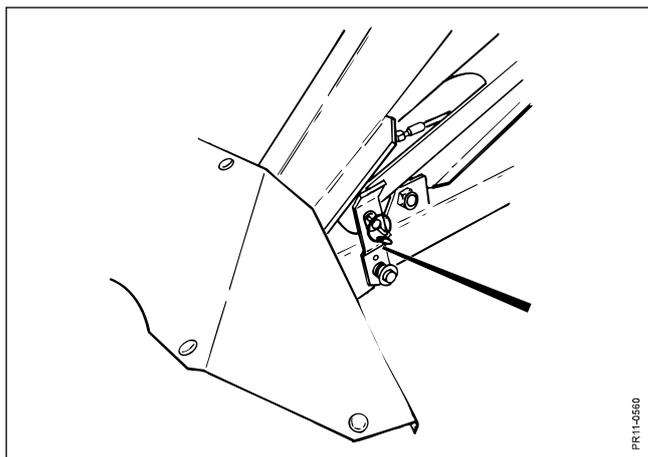

Fig. 2-7
- Fig. 2-7:** Prima di trasportare la macchina, sganciate il blocco per il trasporto a molla dal perno di sostegno girandolo verso l'alto di 90° sopra il perno e fissatelo tramite la coppiglia.
IMPORTANTE: Il blocco deve essere sempre nella posizione mostrata nella fig. 2-7 quando la macchina viene trasportata.